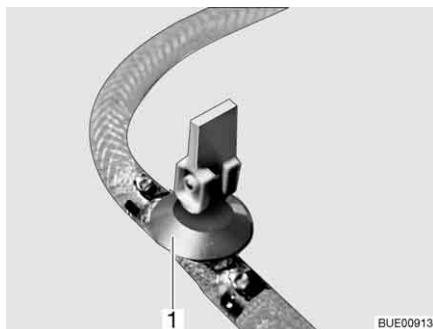
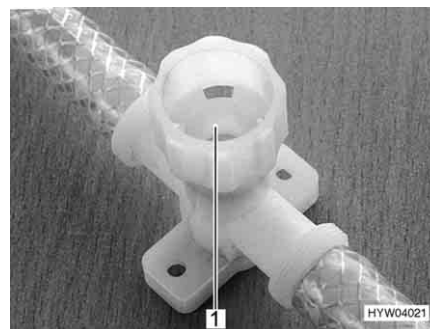

Fig. 248 Robinet de vidange (avec levier à bascule)
Fig. 249 Robinet de vidange (avec capuchon tournant)
- Fermer tous les robinets de vidange. Placer pour ce faire le levier à bascule (Fig. 248,1) à l'horizontale ou faire tourner le capuchon du robinet de vidange (Fig. 249,1) dans le sens des aiguilles d'une montre.